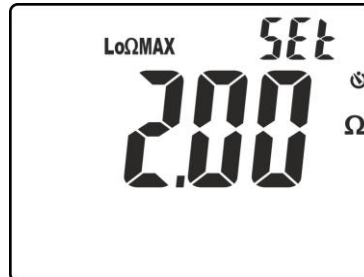

Fig. 26: Configuración umbral límite en la medida de continuidad
4. Pulse las teclas **▼/☼** o **▲/ZERO** para seleccionar el valor comprendido en el rango: **0.05 $\Omega$  ÷ 9.99 $\Omega$**  (ver la Fig. 26)
4. Pulse las teclas **▼/☼** o **▲/ZERO** para seleccionar el valor comprendido en el rango: **0.05Ω ÷ 9.99Ω** (ver la Fig. 26)